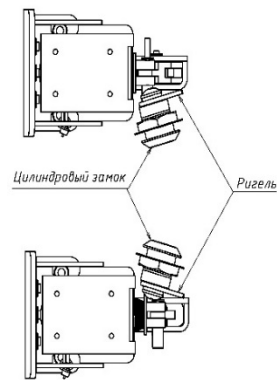

Рисунок 4
5.6 Снять с цилиндрового замка гайку и шайбу. На цилиндровый замок установить ригель. Ригель после установки цилиндрового замка должен быть повернут в сторону передней стенки кожуха (рисунок 4). При установке профильное плечо ригеля должно быть направлено вниз. Варианты установки ригеля приведены на рисунках 5 и 6.